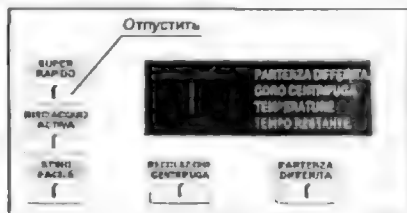

Рис. 1.6.3
- Как только на дисплее СМ высветится символ «1», отпускают кнопку опций стирки (рис. 1.6.3).